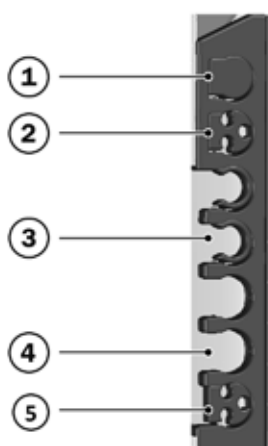

Fig. 45: inserti dei tubi passanti
4. Posizionare l'altra estremità con una riduzione da 3 (vedere ➔ Fig. 45, 2) in modo che passi attraverso un passaggio tubo a destra o sinistra del telaio. Fare attenzione alla pendenza.
2. Montare la tubazione del gas con una riduzione da 3 (vedere → Fig. 45, 2) attraverso uno dei passaggi superiori, sul lato destro o sinistro del telaio.